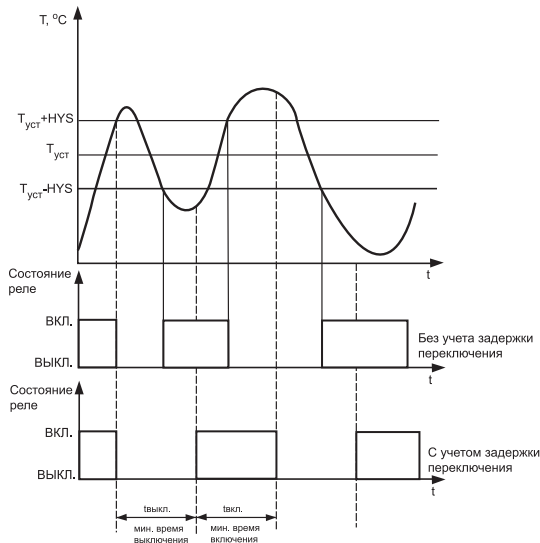

Рисунок 11
3.1.4.1.3. Для ЛУ, работающего в режиме устройства сравнения, может быть задано минимальное время удержания выхода в замкнутом (**A1-5**) и разомкнутом (**A1-6**) состоянии. ЛУ удерживает выходное устройство в соответствующем состоянии в течение заданного в этих параметрах времени, даже если по логике работы устройства сравнения требуется переключение (рисунок 11).